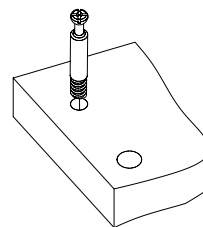

Рис.1
1. Вкрутите шпильки минификс в детали 1, 2, 3, 4, 5, 6, 7, 8 (Рис. 1).